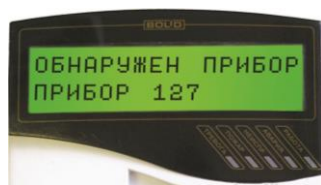

Рисунок 7
5.4.7 По окончании режима «Включение» прибор должен перейти в дежурный режим, пульт должен показать сообщение об обнаружении устройства с сетевым адресом, соответствующим текущему адресу «УО-4С исп.02» (заводской адрес прибора 127). На рис. 7 представлен индикатор пульта с соответствующим сообщением.